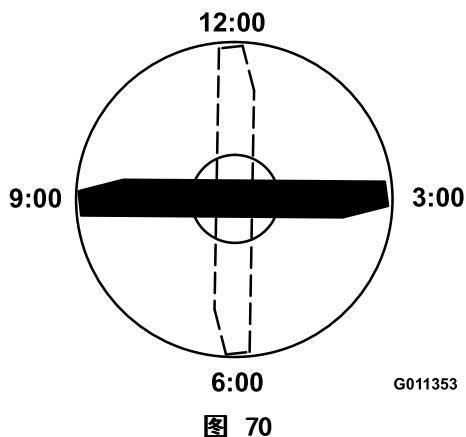

图 70
3. 将刀片带标记一端的刀刃放在 12 点钟位置（剪草方向的正前方），并测量从桌面到刀片刀刃的高度（图 70）。
4. 将刀片的标记端旋转至 3 点钟和 9 点钟位置，并测量高度（图 70）。